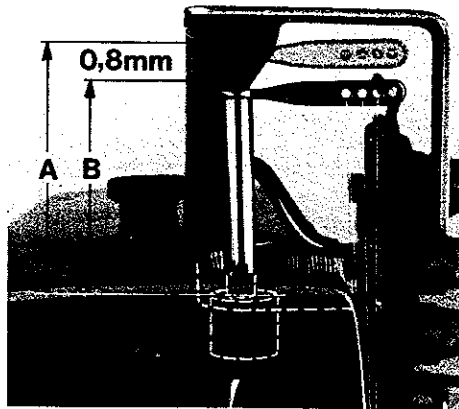
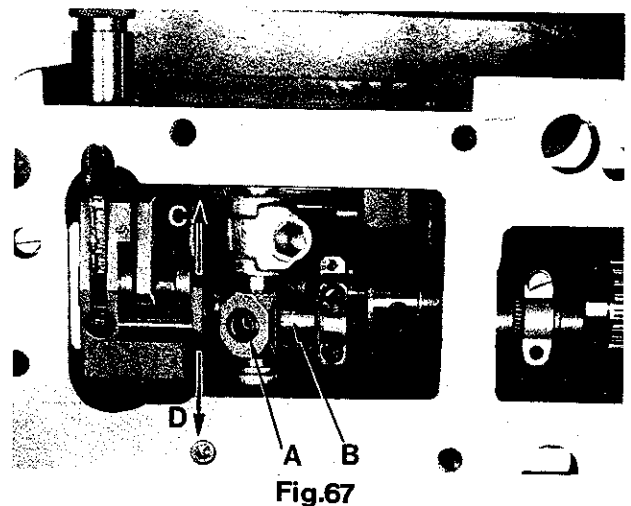

Fig. 66
Fig. 67
3. Measure dimension "A", Fig. 66 with a slide rule and note it.
6. Measure dimension "B", Fig. 66.
The machine is synchronized correctly if dimension "B" is 0.8 - 1 mm (.032 - .040 in.) larger than dimension "A" (see Fig. 66).
2. Loosen screw (A, Fig. 67).
3. If the difference between dimension "A" and dimension "B" (Fig. 66) is less than 0.8 - 1 mm (.032 - .040 in.), lever (B, Fig. 67) must be moved in the direction of the arrow towards "D". If the difference is more than 0.8 - 1 mm (.032 - .040 in.), lever (B) must be moved in the direction of the arrow towards "C".
3. Messen Sie mit einer Schiebellehre das Maß "A", Fig. 66 und merken Sie es sich.
6. Messen Sie das Maß "B", Fig. 66.
Ist das Maß "B" um 0,8 bis 1 mm größer als das Maß "A", ist die Maschine richtig synchronisiert (siehe Fig. 66).
2. Lösen Sie die Schraube (A, Fig. 67).
3. Ist der Unterschied zwischen Maß "A" und Maß "B" (Fig. 66) kleiner als 0,8 - 1 mm muß der Hebel (B, Fig. 67) in Pfeilrichtung nach "D" verschoben werden.